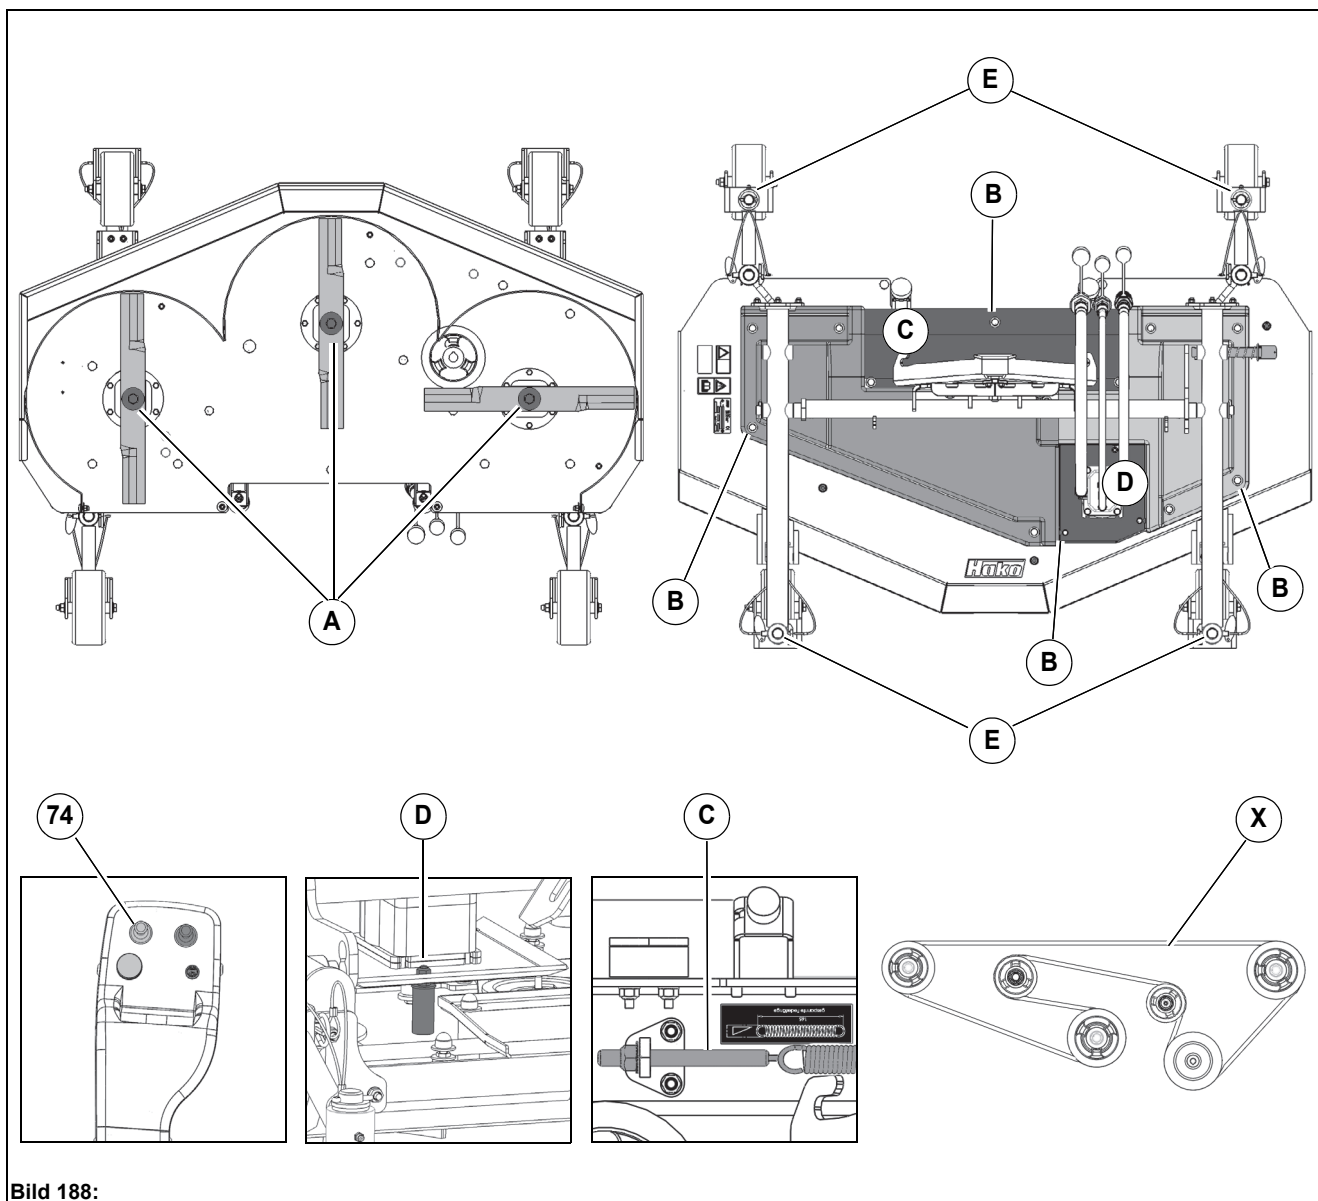

Bild 188:
5. Dra ut fästbulten **Bild 188-A** och sänk ner klippningsverket med joysticken.
2. Lossa skruven **Bild 188-A** och ta bort den tillsammans med brickan och kniven.
2. Lossa skruvarna på skydden **Bild 188-B** och ta bort skydden.
3. Lossa och ta ut dragfjädern med skruven **Bild 188-C**.
4. Ta bort växelhållarens **Bild 188-D** skruvar och ta bort den defekta kilremmen.
5. Montera den nya kilremmen enligt bilden **Bild 188-X**.
- Hjulhållarens bussningar **Bild 188-E** (4x)